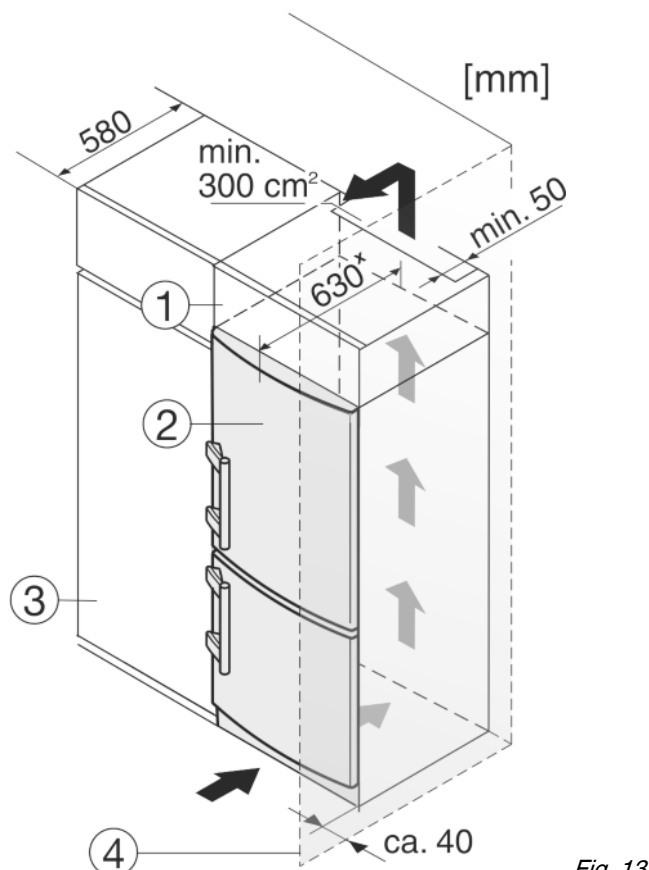

Fig. 13
Het apparaat Fig. 13 (2) kan worden ingebouwd in de keuken. Om het apparaat aan de hoogte van het keukenblok aan te passen, kunt u er een passende opbouwkast Fig. 13 (1) op plaatsen.
Bij een ombouw met keukenkasten (diepte max. 580 mm) kan het apparaat direct naast de keukenkast Fig. 13 (3) worden geplaatst. Het apparaat steekt aan de zijkant 34 mm\* en in het midden 50 mm\* uit ten opzichte van het keukenkastfront.
Plaats u het apparaat met de scharnierkant naast een muur Fig. 13 (4), dan moet de afstand tussen apparaat en muur minstens 40 mm bedragen. Dit in verband met het uitsteken van de deurgreep bij een geopende deur.